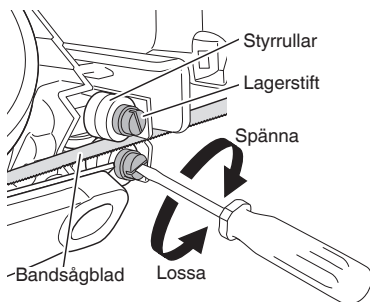

Bild 16
4. Kontroll av bandsågbladets styrrullsstöd och justering av mellanrum (Bild 16)